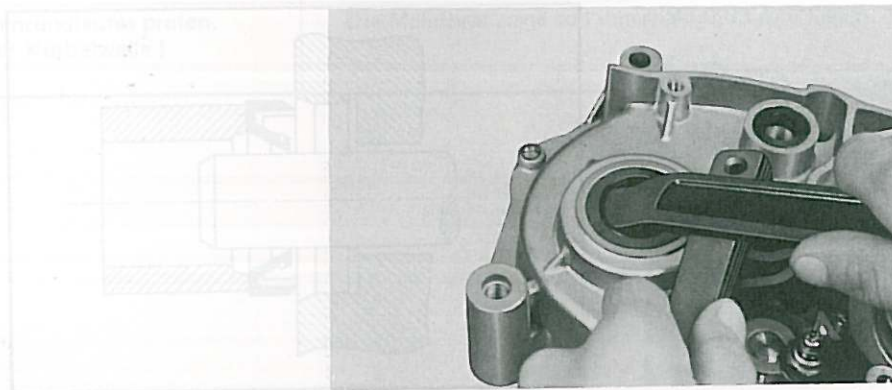

Fig. 3-3-36
Always replace all oil seals when overhauling engine. (Fig. 3-3-36)
Place a piece of wood under the screwdriver to prevent damage to case. (Fig. 3-3-36)
Remplacer toutes les bagues d'étanchéité lors de la révision du moteur. (Fig. 3-3-36)
Placer une pièce de bois sous le tournevis, pour éviter d'endommager le carter. (Fig. 3-3-36)
- a. Öldichtungen mit einem Schlitzschraubenzieher herausdrücken. Öldichtungen bei jeder Motorüberholung erneuern. (Fig. 3-3-36)
Ein Stück Holz unter den Schraubenzieher legen, um das Gehäuse nicht zu beschädigen. (Fig. 3-3-36)